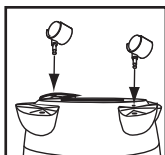

FIGURA 9
7. Inserte las ruedas en las bases colocando el vástago de las ruedas en los orificios provistos. Aplique presión y torsión hasta que las ruedas hayan encajado en su lugar. **FIGURA 9.** Regrese el depósito a su posición vertical.